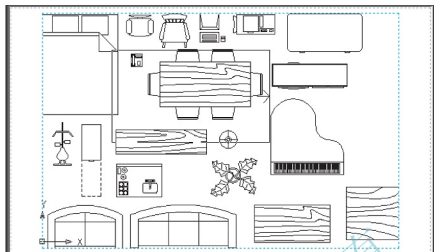

图 1.15 改变视图控制框的大小
(2) 单击，视图控制框中的“×”变成一个箭头，移动鼠标可以改变视图控制框的大小，如图 1.15 所示。